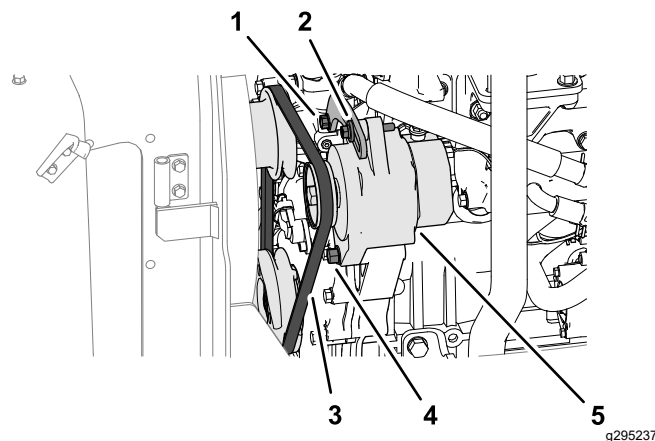

Figura 71
1. Applicate una forza di 10 kg sulla cinghia dell'alternatore (Figura 71), al centro tra le pulegge.
- Se l'inflessione della cinghia è minore di 10 mm, allentate il bullone orientabile dell'alternatore e il bullone della tensione (Figura 71), e riducete la tensione della cinghia.
- Se l'inflessione della cinghia è maggiore di 10 mm, allentate il bullone orientabile dell'alternatore e il bullone della tensione (Figura 71), e aumentate la tensione della cinghia.
**Nota:** Se necessario, allentate il bullone della staffa della tensione (Figura 71).
3. Serrate i bulloni (Figura 71).